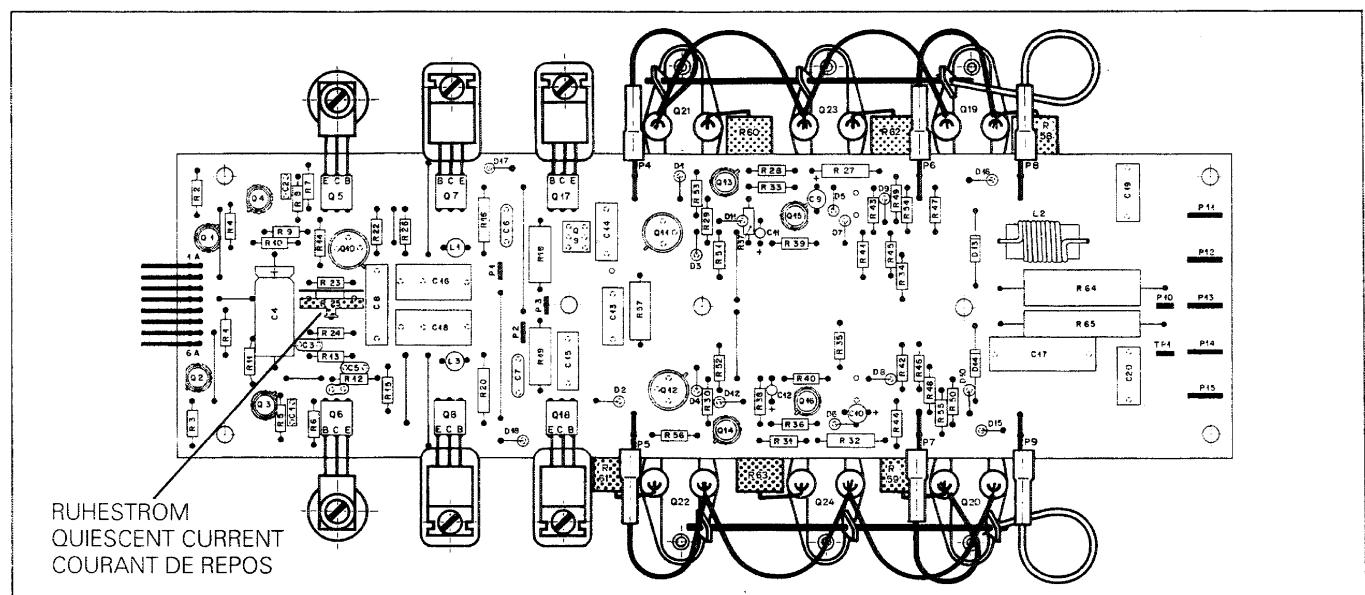

Fig. 4.3.1
4.3**Ruhestrom-Einstellungen (Fig. 4.3.1)**
(fig. 4.3.1)**